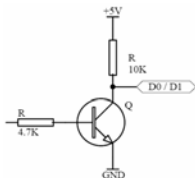

Figura 1
1. Salida Wiegand (véase la Figura 1)